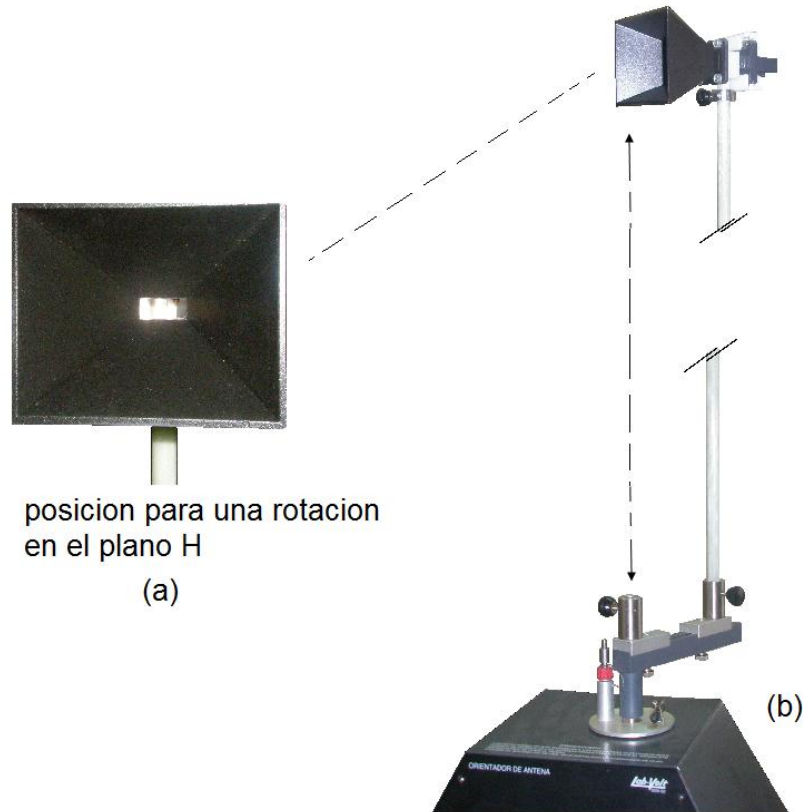

Figura 3.9 (a) polarización plano H, (b) montaje de la antena receptora
C. Monté la antena de bocina de abertura grande en el soporte deslizante del ORIENTADOR DE ANTENA, de tal manera que quede orientada con polarización en el plano H, tal como se muestra en la Figura 3.9. Conecté la antena receptora a la entrada RF, ubicada en la parte superior del orientador de antena, empleando el cable tipo SMA mediano.
Utilice el soporte deslizante como se observa en la Figura 3.9, para asegurarse de que la abertura de la antena este alineada con el centro de rotación del ORIENTADOR DE LA ANTENA.
D. Instalé la otra antena de abertura grande en el soporte de transmisión mediante el anillo de bloqueo, utilice el portaguía de plástico para orientar la antena en el plano H. (ver Figura 3.9 (a)), en el mástil de Tx. Conecté el cable tipo SMA más largo en la salida de la sección *oscilador 10GHZ* del Generador RF, luego conecte la antena.